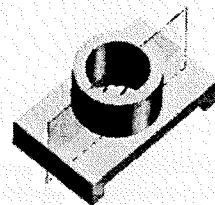
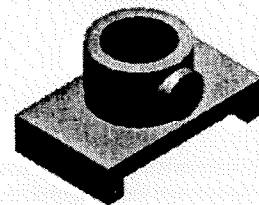

图10
图11
14. 以图10所示立体的前后对称面为草绘平面草绘一个圆, 用拉伸命令能否创建出如图11所示的圆柱凸台?